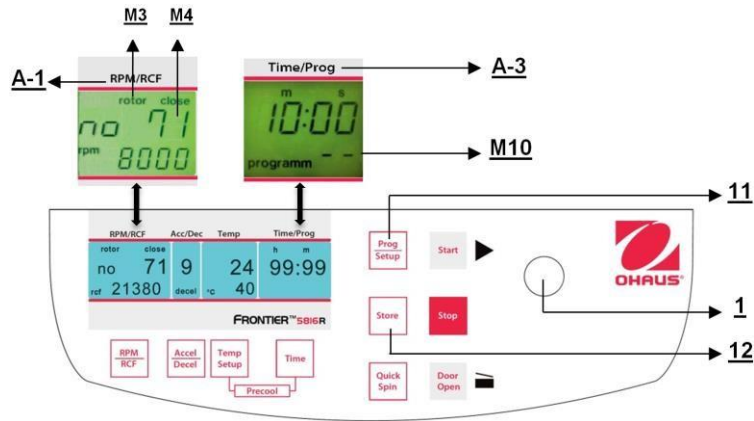

Figura 28
Para recuperar programas almacenados, presione el botón **"Prog/Setup"** (11) (vea la Figura 28) mientras la tapa está cerrada. En la pantalla **"Time/Prog"** (A-3) aparece **"programm -"** (M10). El número de programa deseado puede preseleccionarse con la perilla de ajuste (1).
Para salir del modo de programa, solo presione el botón **"Prog/Setup"** (11) (vea la Figura 28). Entonces, dentro de la pantalla **"Time/Prog"** aparece la palabra **"programm"**. Configure la pantalla en **"programm--"** (M10) con la perilla de ajuste (1).